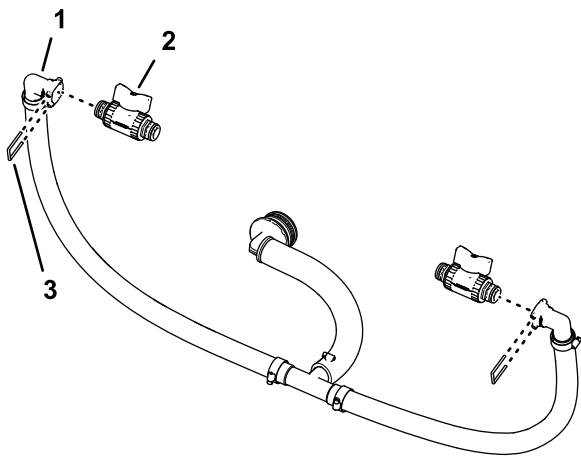

Figura 93
- Come illustrato nella Figura 93, rimuovete il fermo dal raccordo ad attacco rapido a 90° che avevate montato in Montaggio dei flessibili di bypass \(pagina 45\).
2. Montate la valvola di intercettazione sulla presa del raccordo a disinnesto rapido (Figura 93).
4. Montate la valvola d'intercettazione e il fermo che avete rimosso al passaggio 1 di Rimozione del flessibile di bypass di sezione \(pagina 33\) sull'altra presa del raccordo a disinnesto rapido (Figura 93).